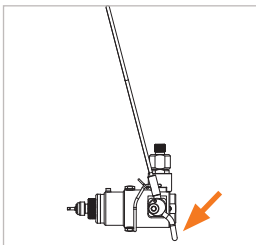

Abbildung 8
- ▶ Klappen Sie die Betätigungsbügel (Pos. 6) nach unten. Das flexible Drahtseil klappt nach oben und die Spannzangen fallen zusammen (Abbildung 8).